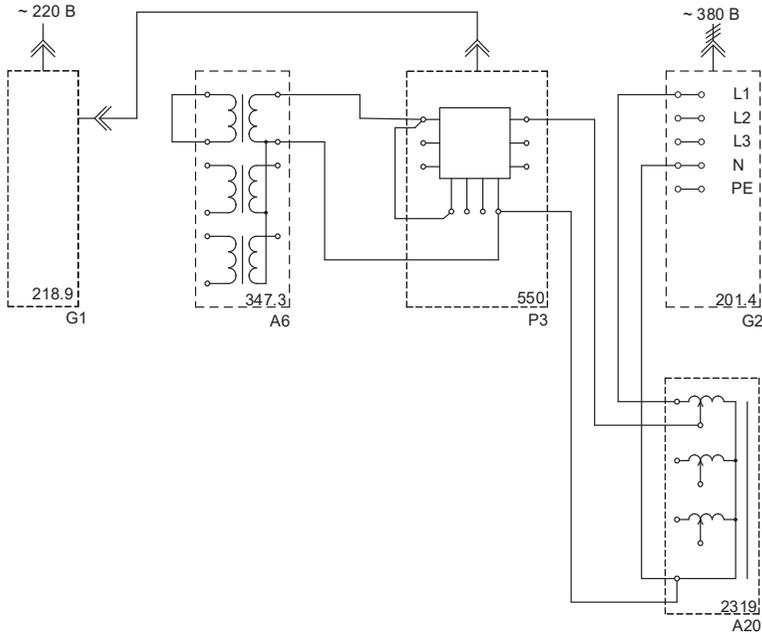

Рис. 1.3
- Соедините аппаратуру в соответствии со схемой электрической соединений, представленной на рис.1.3.